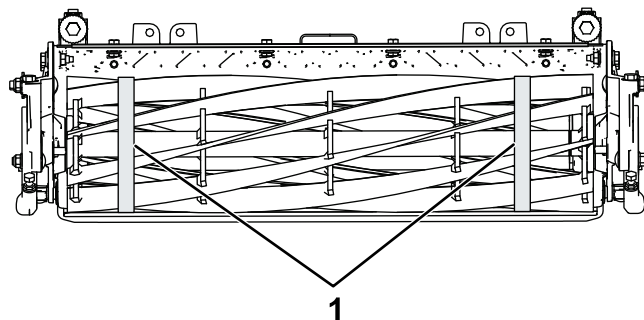

Figure 28
3. À l'aide d'un ruban de mesure du diamètre, mesurez le diamètre extérieur du cylindre aux deux extrémités (Figure 28) ; la différence entre les diamètres extérieurs aux deux extrémités doit être inférieure à 0,25 mm. Si la différence est supérieure, rectifiez le cylindre.